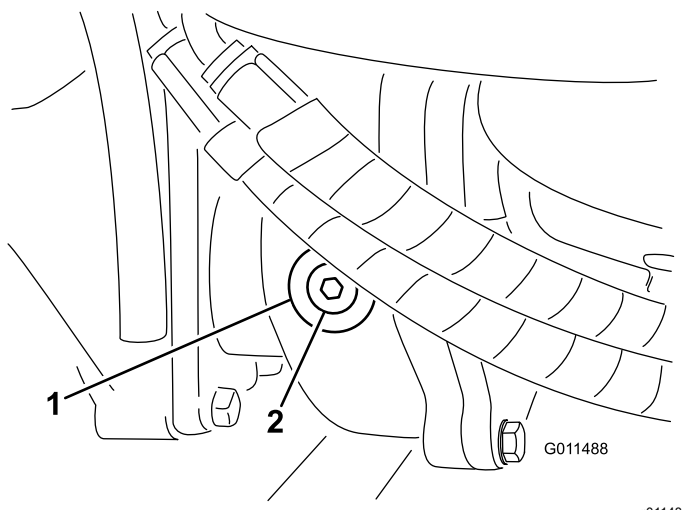

Figura 111
2. Retire o tampão de verificação/enchimento que se encontra na zona esquerda da caixa de velocidades (Figura 111) e certifique-se de que existe lubrificante até ao fundo do orifício. Se o nível estiver baixo, junte lubrificante suficiente para o nível subir até ao fundo do orifício.